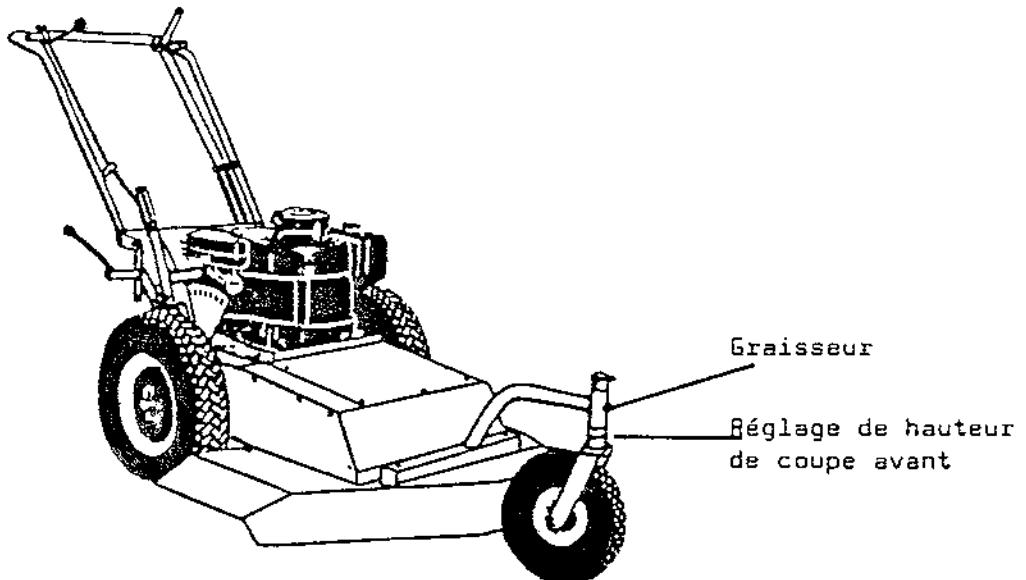

Figure 2
- B. Roue avant pivotante Ø 260 mm (voir fig. 2 & 3) - système de réglage à 5 positions par déplacement d'entretoises de différentes épaisseurs, de 30 à 85 mm.
2. Pour la tonte de vergers ou de parcs encombrés de nombreux arbres, monter le col de cygne avec roue pivotante (fig. 2), très maniable pour contourner les arbres, les parterres, etc. :